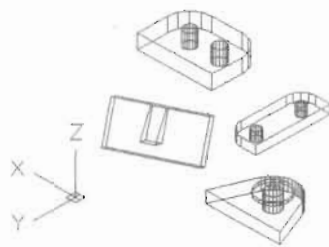

图 14-56
(1) 根据原始文件路径打开图形, 如图 14-56 所示。